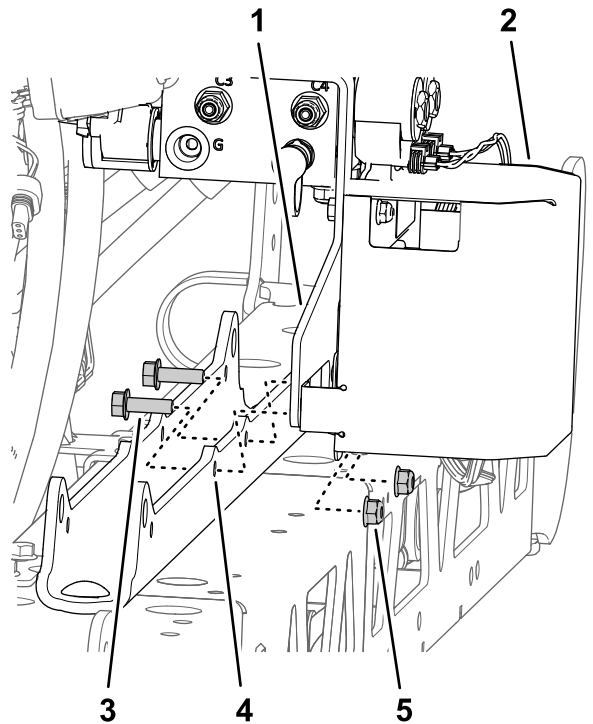

图95
- B. 使用在 从中间喷洒段上卸下喷洒段提升歧管。(页码 18)的步骤 1 中卸下的 2 个凸缘头螺栓 5/16 x 1 英寸和 2 个凸缘锁紧螺母 5/16 英寸将支撑托架和 TEC 支架安装到油缸安装座上 图95。